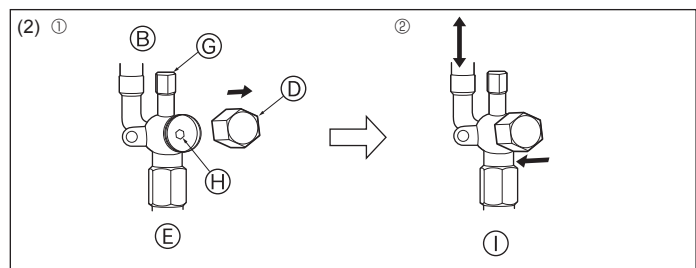

Fig. 4-13
(2) Strona cieczowa (Fig. 4-13)